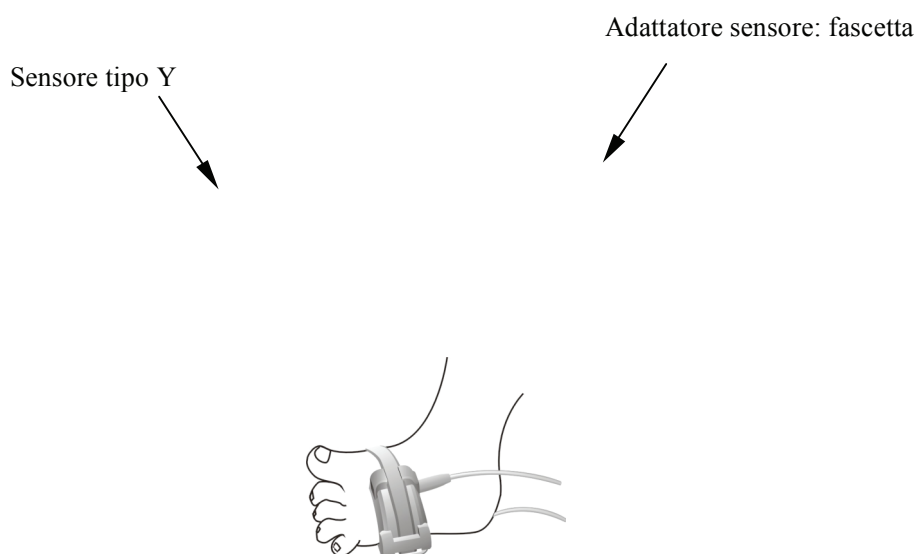

Figura 3. 13 posizionamento del sensore SpO₂ per neonato
3. Se si utilizza un sensore SpO₂ per neonato, per il collegamento vedere la Figura 3,13.